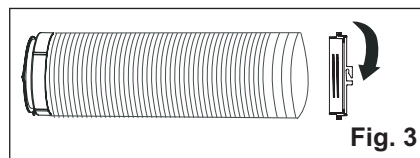

Fig. 3
2. Extienda el otro lado de la manguera y atornillelo al adaptador B (Fig. 3).